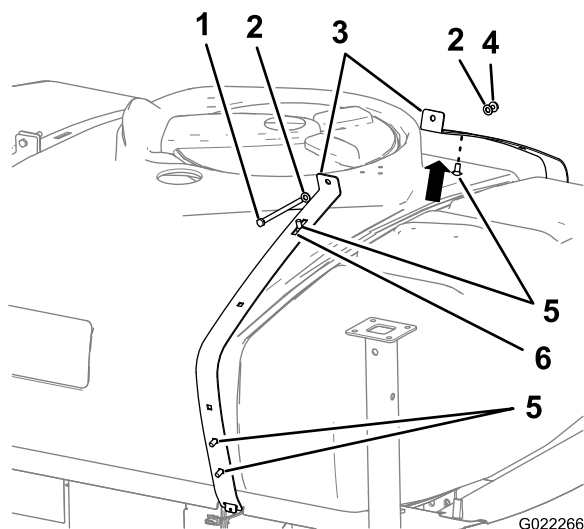

図 2
1. タンク上部でタンク前部固定ベルトをまとめて固定しているボルト、ナット、ワッシャを外す (図 2)。
2. タンク前部固定ベルトの内側のスロットにキャリッジボルト (4本) を取り付ける (図 2)。
3. 先ほど外した、タンク固定ベルト用の締結具を使って、タンク固定ベルトをタンクに固定する (図 2)。